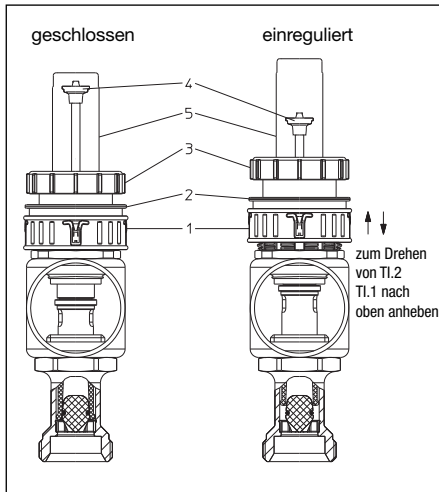

Abb. 7.1: Einstellen der Durchfluss- Mess- und Reguliereinsätze
7.2. Einstellung der Durchfluss-Mess- und Reguliereinsätze (Abb. 7.1)